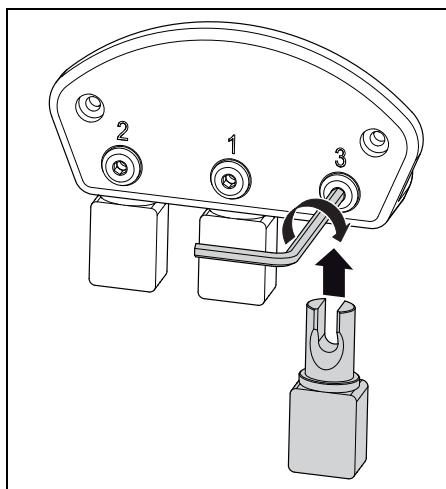

Fig. 1
- ▷ Si vous ne l'avez pas encore fait, charger l'adaptateur (voir figure 1).